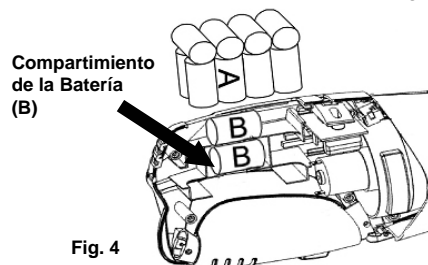

Fig. 4
7. Coloque la correa alrededor de la batería nueva (A).
8. Coloque primero las baterías (B) en la pared lateral, dentro del compartimiento de las baterías. (Fig. 4)